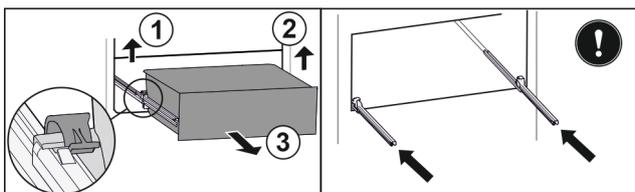

Fig. 131
- ▶ Ridicați clema din stânga și trageți concomitent sertarul din stânga spre înainte. Fig. 131 (1)
- ▶ Ridicați clema din dreapta și trageți concomitent sertarul din dreapta spre înainte. Fig. 131 (2)
- ▶ Extrageți sertarul spre înainte. Fig. 131 (3)